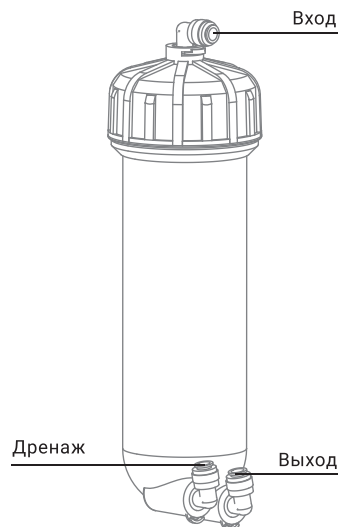

Рис. 16
7. Подключите трубки к корпусу мембраны (см. раздел «Присоединение трубок» (стр. 8)), соблюдая последовательность их подключения к корпусу (вход/выход/дренаж) (рис. 16). Каждую стопорную клипсу зафиксируйте на цанге, с которой она была снята.